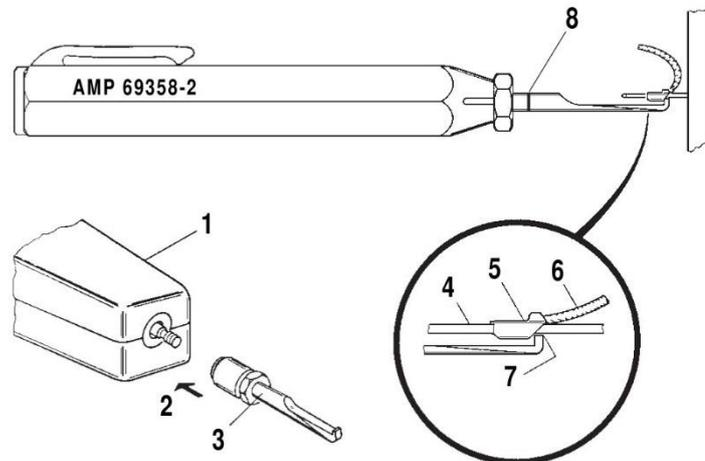

Abbildung 29: Werkzeug Qualifikations-Test
- a. Spitze des Zugprüfers hinter das Ende des Clips einhängen siehe Abbildung 29: Werkzeug Qualifikations-Test.
- b. Zugprüfer fluchtet mit Stift - langsam ziehen, bis der Anzeigering erscheint siehe Abbildung 29: Werkzeug Qualifikations-Test.
- b. Spitze des Werkzeuges hinter das Ende des Clips einhängen siehe Abbildung 29: Werkzeug Qualifikations-Test
- c. Werkzeugspitze fluchtet mit dem Stift; danach langsam ziehen, bis der Anzeigering erscheint (siehe Abbildung 29: Werkzeug Qualifikations-Test) Waage muss eingestellt sein.